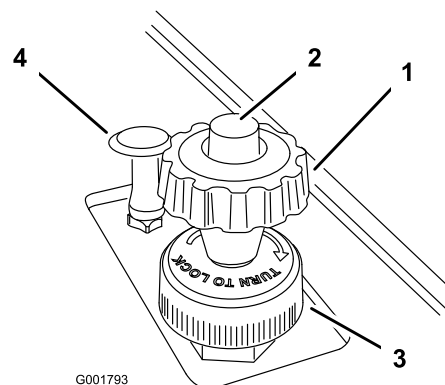

Рисунок 23
2. Нажмите кнопку на вершине регулятора ограничителя скорости и удерживайте ее нажатой до тех пор, пока не почувствуете ее воздействия на педаль газа, затем отпустите кнопку (Рисунок 23).
4. Чтобы зафиксировать настройку, поверните стопорное кольцо у основания ограничителя скорости по часовой стрелке до упора (Рисунок 23). Для снятия этой блокировки поворачивайте стопорное кольцо против часовой стрелки до расфиксации ограничителя.